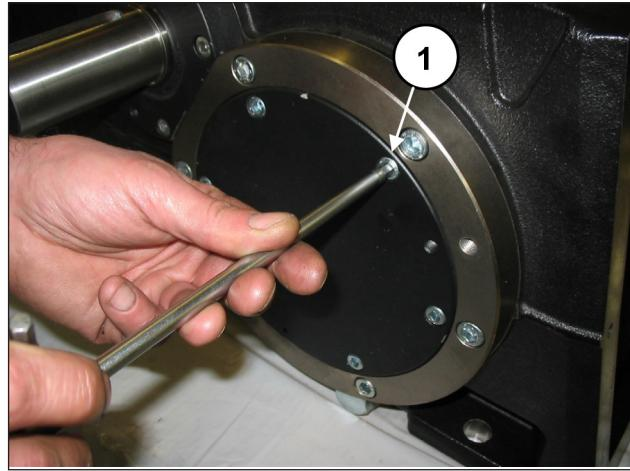
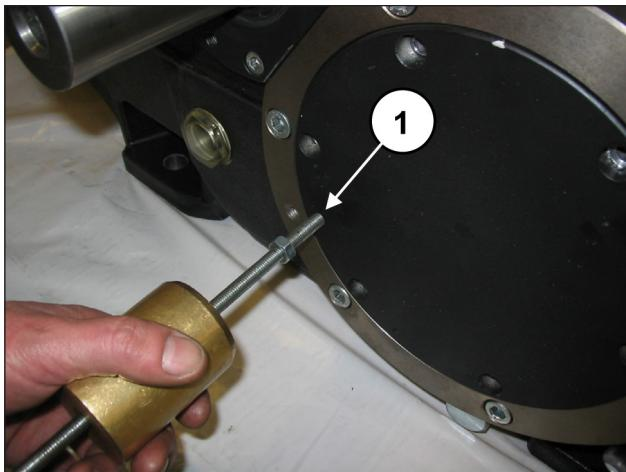

图 10
图 11
现在拆除两个轴承盖, 可拧松相应螺丝(位置①, 图 10)。为了便于拆卸, 可使用2个螺柱和M8螺栓(位置① - 图 11)作为提取器。